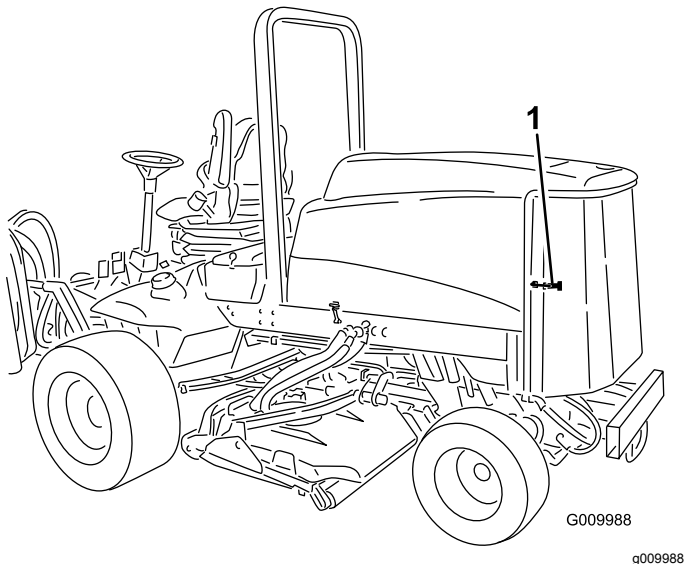

Figura 50
1. Desenganche y abra la rejilla trasera (Figura 50). Limpie a fondo cualquier residuo de la rejilla.